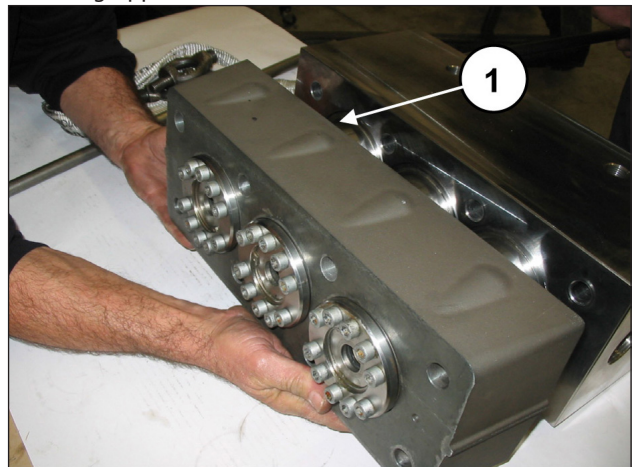

Abb. 98
Entfernen Sie das Distanzstück der Buchsen von den Buchsengruppen ab (Pos. ①, Abb. 98).